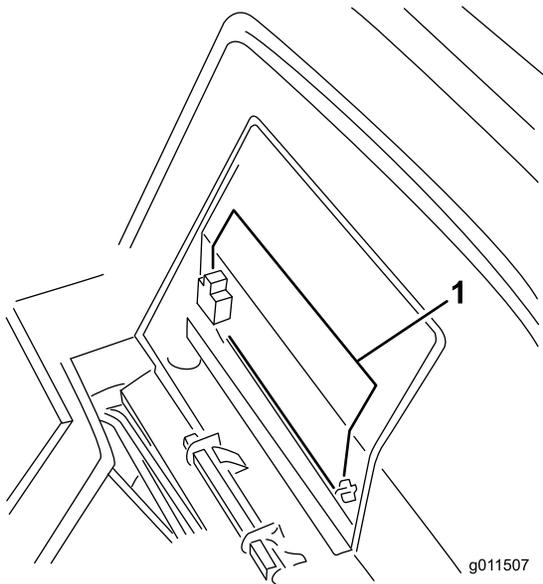

Figura 56
2. Togliete il coperchio della batteria (Figura 56).